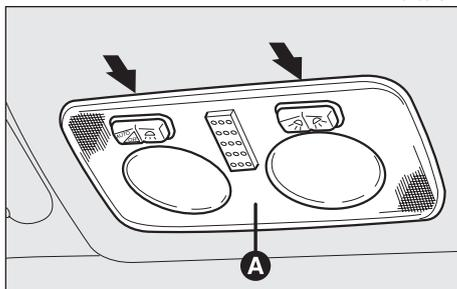

Abb. 52
- Die Deckenleuchte (A, Abb. 52) durch Hebeleinwirkung in den durch die Pfeile gekennzeichneten Punkte herausziehen.